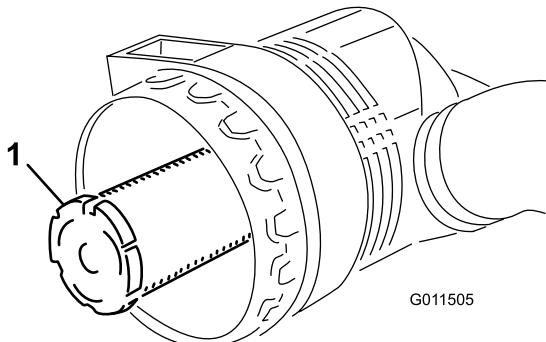

Bild 51
**Wichtig:** Versuchen Sie nie, den Sicherheitsfilter zu reinigen (Bild 51). Tauschen Sie den Sicherheitsfilter bei jeder dritten Wartung des Hauptfilters aus.